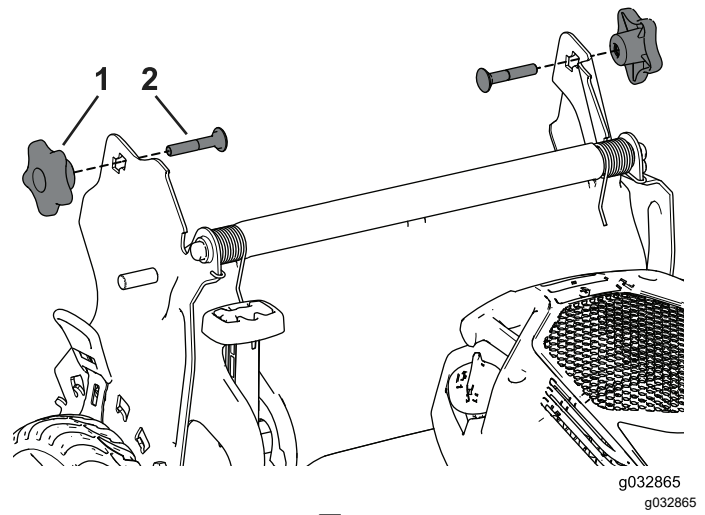

図 24
3. キャリッジボルトを頭部を内側にしてハンドルブラケットの四角い穴とハンドル端部にある上穴に差し込む。各キャリッジボルトの四角い部分が、各ハンドルブラケットの四角い穴上または下にはまっていることを確認する 図 24。